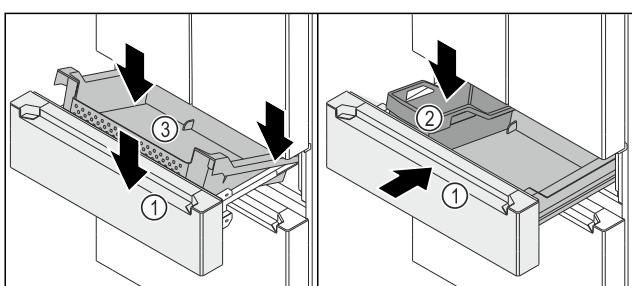

Fig. 150
Auszugswagen Fig. 150 (1) ist herausgezogen.
- Behälter Fig. 150 (3) hinten auf den Schienen rechts und links aufsetzen.
- Behälter Fig. 150 (3) vorne absenken, sodass Behälter Fig. 150 (3) die Schienen rechts und links umschließt.
- FlexBox Fig. 150 (2) einsetzen.
- Auszugswagen Fig. 150 (1) einschieben.